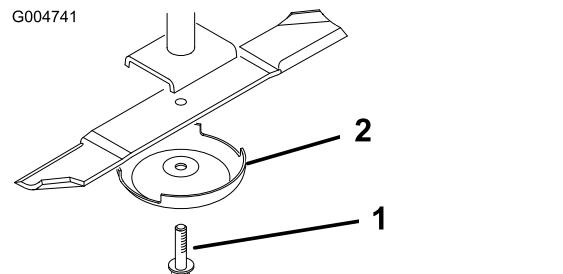

Figura 112
3. Togliete il bullone, la coppa antistrappo e la lama dall'asse del mandrino (Figura 112).